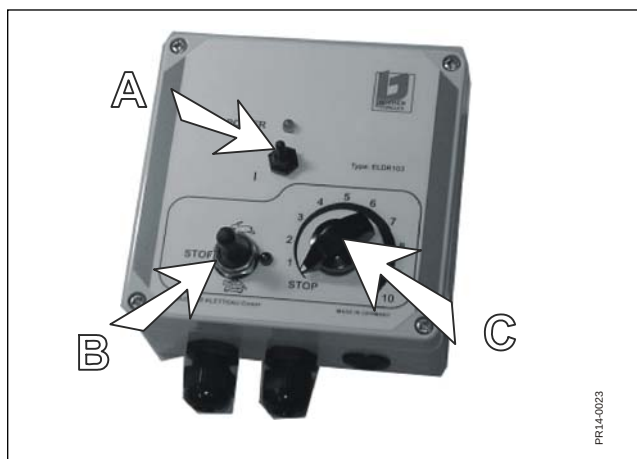

Fig. 3.3
Fig. 3.3 Strømmen sluttet vha. kontakten (A), hvorefter hastighedsområdet (B) kan vælges. Figuren herunder illustrerer hvorledes forskellen på haren og skildpadden skal opfattes. Vha. drejeknappen (C) kan bundkædehastigheden nu reguleres.